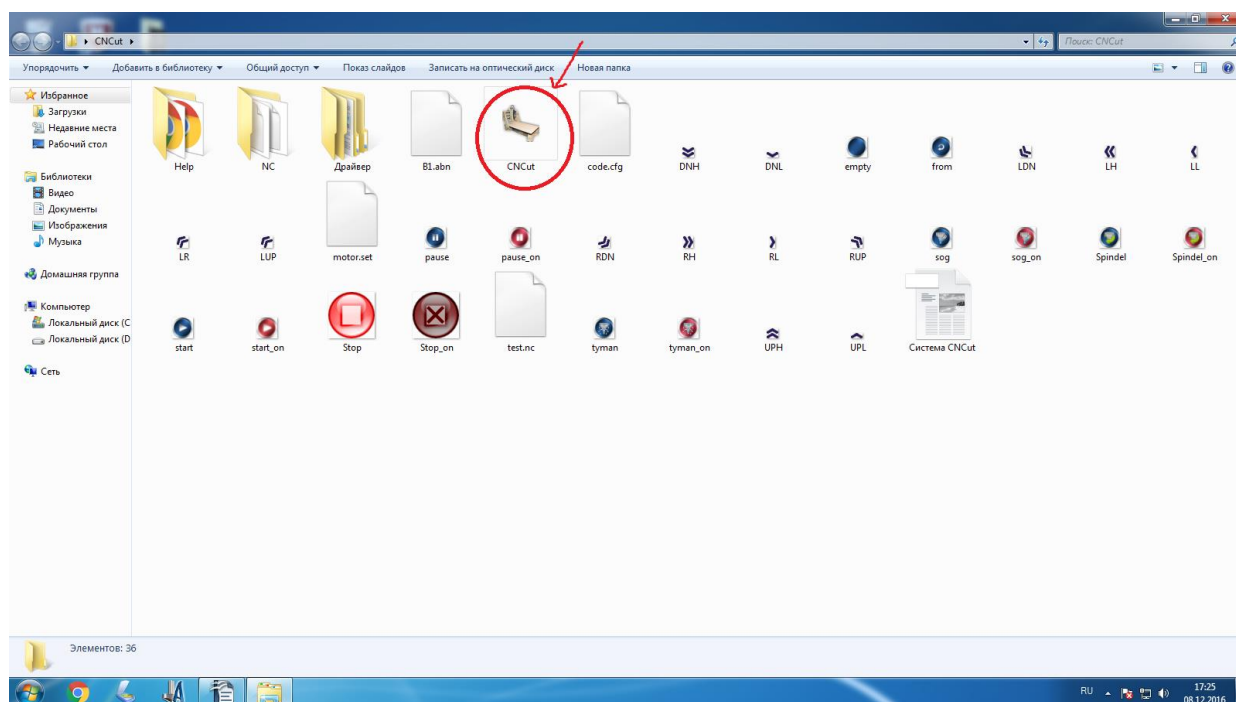

Рисунок 10. Запуск программы CNCut
8) Запустите программу CNCut, рисунок 10